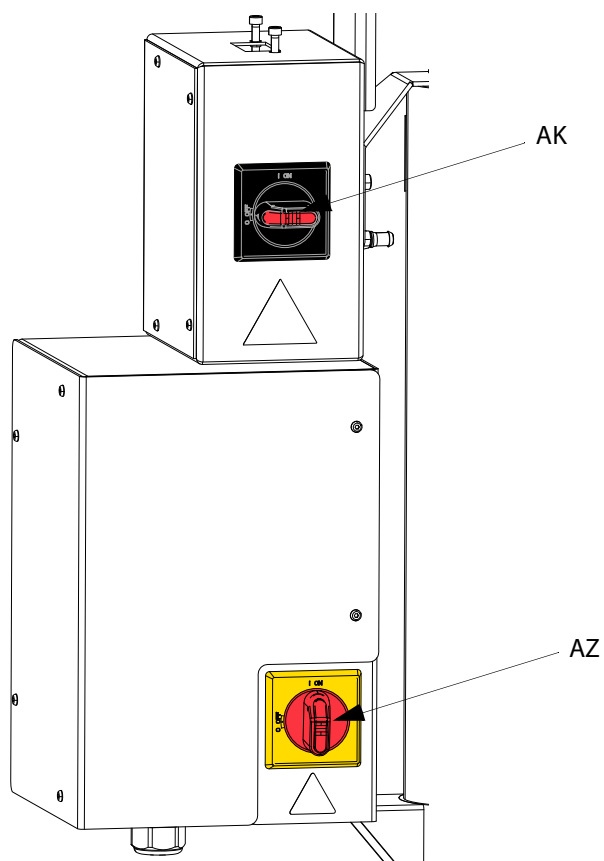
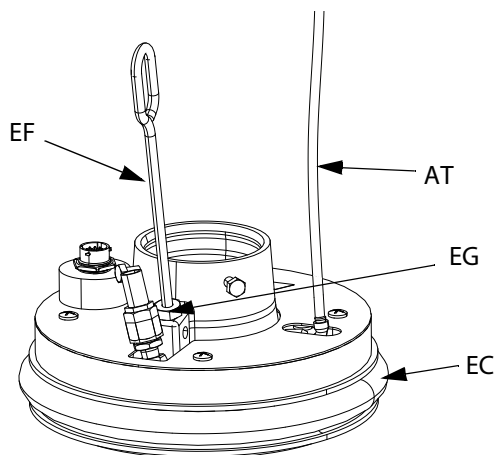

Рис. 37. Отключение питания
Рис. 40
Если при поднятии насоса прижимная плита (AD) не выходит из ведра без затруднений, это может свидетельствовать о засорении клапана трубки вспомогательной подачи воздуха (AT) или обратного клапана (416). При засорении клапана воздух не проходит под нижнюю часть прижимной плиты для ее поднятия. См. Рис. 40, стр. 44.
1. Отключение питания электропривода (AB):
- a. В случае использования системы дозирования и нанесения с одиночной рамой без подогрева установите красный выключатель (AZ) в положение Выкл (OFF). См. Рис. 37.
- b. В случае использования систем дозирования и нанесения с одиночной рамой с подогревом установите черный выключатель силовой распределительной коробки (AK) в положение Выкл (OFF). См. Рис. 37.
- c. В случае использования системы дозирования и нанесения с тандемной рамой без подогрева установите в положение Выкл (OFF) красный выключатель силовой распределительной коробки (AK) на системе дозирования и нанесения на раме, для которой требуется только замена бочки. См. Рис. 37.
- d. В случае использования системы дозирования и нанесения с тандемной рамой установите в положение Выкл (OFF) черный выключатель (AZ) на системе дозирования и нанесения на раме, для которой требуется только замена бочки. См. Рис. 37.